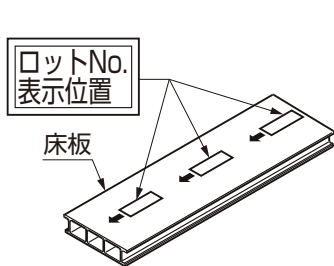

図4-1 加工方向について
- 床板の裏面にロットNo.と矢印が刻印されています。矢印の方向が加工方向を示していますので、矢印の方向をそろえてから施工してください。(図4-1参照)